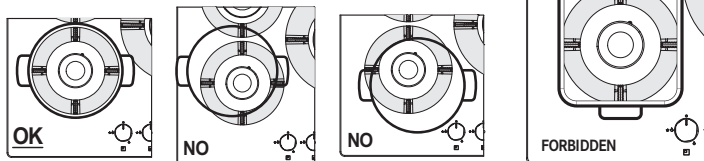

Fig. 1
L'utilizzo di pentole più grandi di quelle specificate può provocare un eccessivo surriscaldamento delle manopole e del piano e, in caso di uso prolungato, l'ingiallimento della copertura (se in acciaio inossidabile). Franke declina qualsiasi responsabilità in caso di danni dovuti a un tale utilizzo. (Fig. 1).
- ▷ Non mettere la stessa padella su due bruciatori. (Fig. 1).
- ▷ Non utilizzare due bruciatori contemporaneamente con un unico contenitore, come una casseruola o una padella per pesci. (Fig. 1).